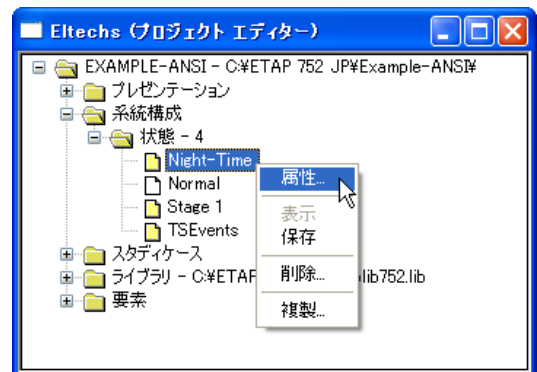

図 11：系統構成（名称の変更）
- c) 系統構成名を右クリックし、ポップアップメニューから “属性 ” コマンドをクリックします。図 11 参照